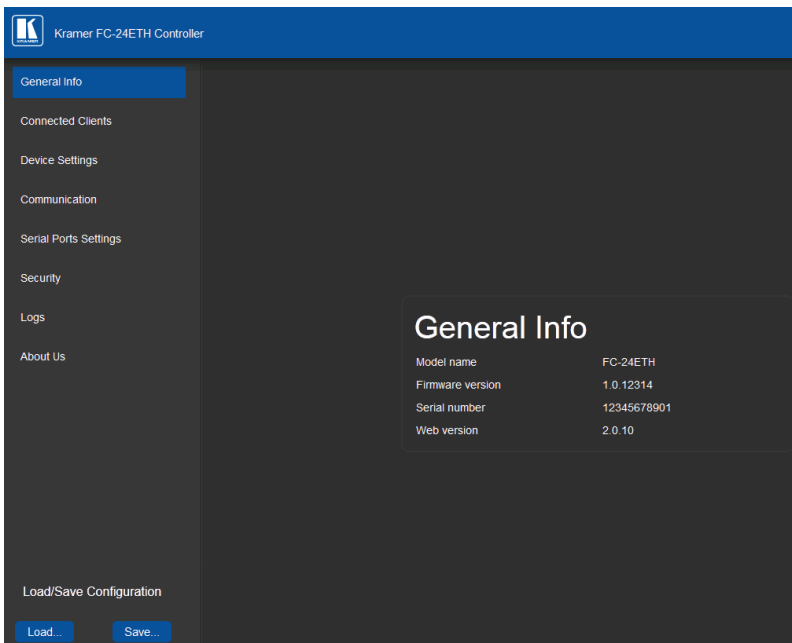

Рис. 14. Страница General Info
2. С помощью веб-браузера (см. подраздел 6.1 и раздел 7) просмотрите главную страницу General Info (основные сведения, см. рис. 14).
Откроется страница загрузки Loading page, а через несколько секунд — страницы основных сведений General Info (см. рис. 14).